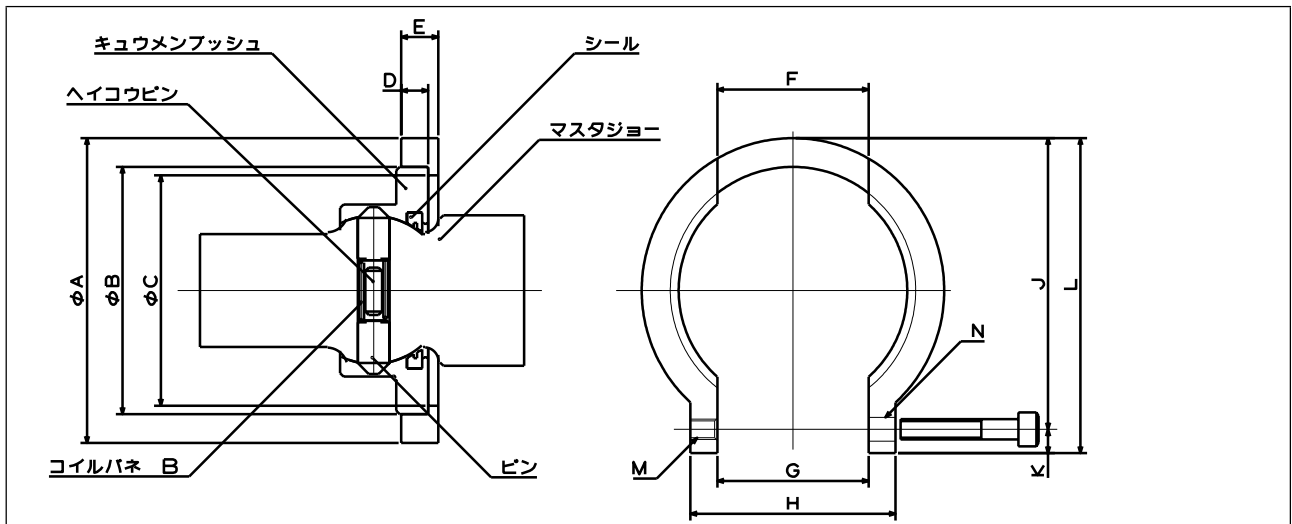

図6-1 球面ブッシュ取付治具
- ・ 作業には図 6-1 の球面ブッシュ取付治具およびスリーボンド社製液状ガスケット 1212 が必要です。あらかじめご用意ください。
- ① 球面ブッシュ分割面の古い液状ガスケットを取り除き、水分・汚れ等を拭き取った後、スリーボンド社製液状ガスケット 1212 を塗布します。
- ② マスタージョー【9】に平行ピン【35】、コイルバネ【17】、ピン【16】を組込み球面ブッシュ【10】にシール【18】をはめ、球面ブッシュを両側から合わせる様にセットして下さい。この時、球面ブッシュの下部をつかみピンを両側から押し込みながら、球面ブッシュの割れ目がぴったり一致するまでバイスを締めて下さい。ここで 2・3 回バイスをゆるめたり締めたりして下さい。
- ③ バイスで固定した状態で、球面ブッシュ取付け治具を、図 6-1 のように、はめ込み、治具をボルトで締付けて下さい。これでバイスからはずしてもマスタージョウに球面ブッシュがセットされた状態で維持できます。
- ④ ベアリング【13】を組み込んだプランジャ【5】をボデー【1】にセットして下さい。本体との位置関係に注意して下さい。